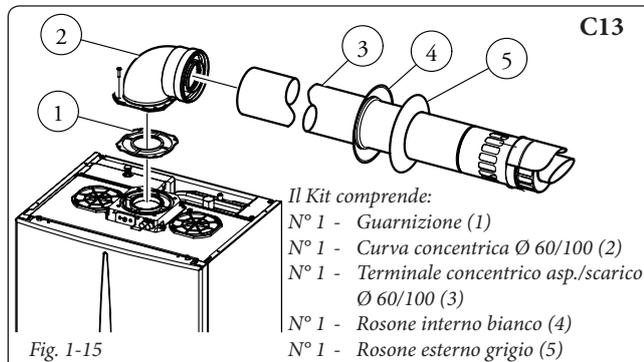

Fig. 1-15
Questo terminale permette l'aspirazione dell'aria e lo scarico dei fumi direttamente all'esterno dell'abitazione. Il kit orizzontale può essere installato con l'uscita posteriore, laterale destra e laterale sinistra. Per l'installazione con uscita anteriore è necessario utilizzare il tronchetto ed una curva concentrica ad innesto in modo da garantire lo spazio utile per effettuare le prove richieste dalla legge all'atto della prima messa in servizio (Fig. 1-15 ÷ 1-16).
**Kit orizzontali di aspirazione - scarico Ø 60/100.** Montaggio kit (Fig. 1-15): installare la curva con flangia (2) sul foro centrale della caldaia interponendo la guarnizione (1) (*che non necessita di lubrificazione*) posizionandola con le sporgenze circolari verso il basso a contatto con la flangia di caldaia e serrare con le viti presenti nel kit. Innestare il tubo terminale concentrico Ø 60/100 (3) con lato maschio (liscio), nel lato femmina della curva (2) sino a portarlo in battuta, accertandosi di avere già inserito il relativo rosone interno ed esterno, in questo modo si otterrà la tenuta e la giunzione degli elementi che compongono il kit.